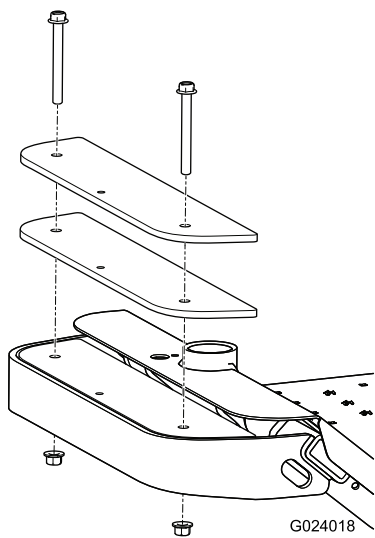

Bild 6
1. Entfernen Sie zwei Schrauben und zwei Muttern, mit denen der vorhandene Ballast vorne an der Maschine befestigt ist (Bild 6).